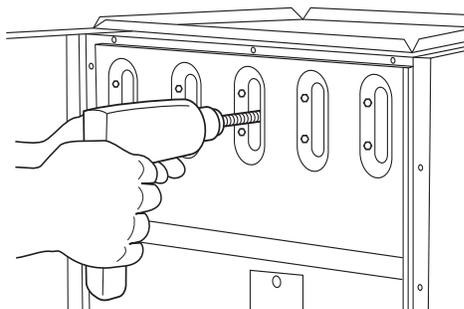

Fig. 58 – Limpieza de la celda del intercambiador de calor
- (2.) Inserte el extremo del cepillo de cable en la abertura de salida de la celda y gírelo lentamente con la perforadora. **NO fuerce el cable.** Inserte gradualmente el cable en el paso superior de la celda. (Consulte la Fig. 58).